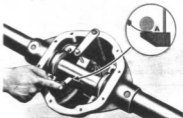

Fig. 196
- passe um calibrador de lâminas entre o bloco padrão e o corretel (fig. 196), obedecendo a tabela da figura 197